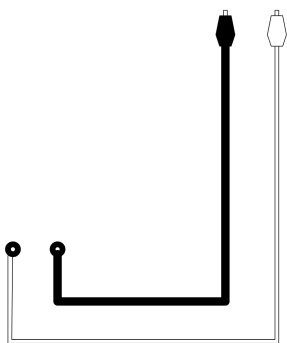
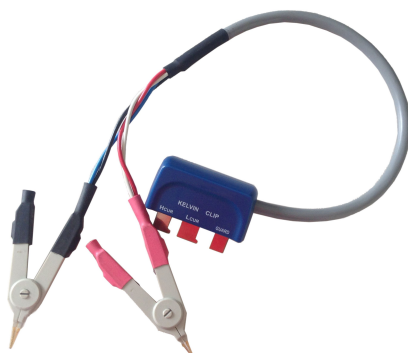

图13
图 14
**提示：**为达到合适的测量精度，测量前可先参照“校正功能”一节进行开路和短路校正。测试夹具可以用橡胶插头-鄂鱼夹(如图13)、开尔文测试夹(图14)，或者直接将元件插在图1的17位置（卡槽），以下举例都是以橡胶插头-鄂鱼夹为主。